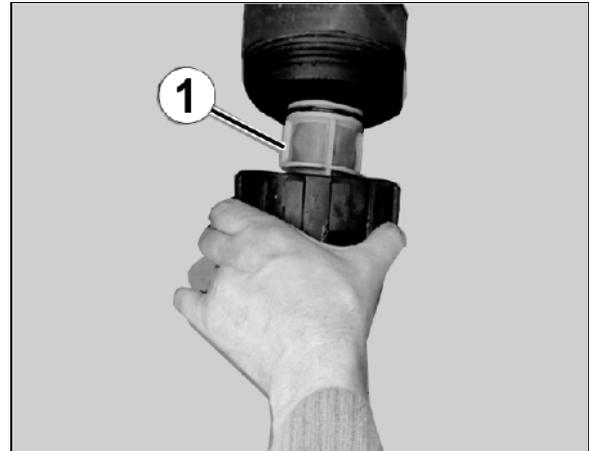

Fig. 144
- Reinigen Sie den Saugfilter (Fig. 144) täglich nach dem Reinigen der Feldspritze.
- Fetten Sie den O-Ring unten am Saugfilter (Fig. 144/4). Achten Sie auf den korrekten Einbau der O-Ringe.
1. Deckel des Saugfilters lösen (Fig. 144/2).
2. Deckel mit Saugfilter (Fig. 144/3) abnehmen und mit Wasser reinigen.
5. Deckel des Saugfilters lösen (Fig. 144/2).
6. Entlastungsventil am Saugfilter betätigen (Fig. 144/1).
7. Deckel mit Saugfilter (Fig. 144/3) abnehmen und mit Wasser reinigen.